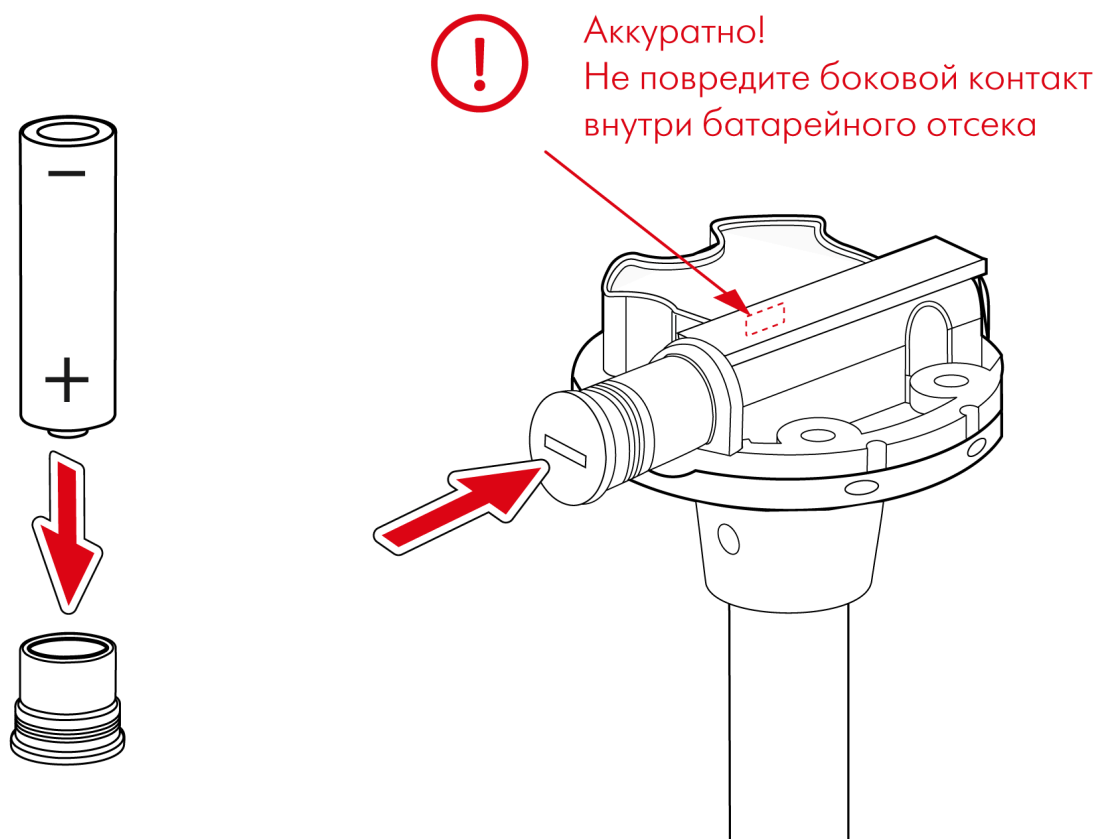

Рис.31. Замена батареи
3. Взять новую батарею из комплекта WSB-1 и поместить плюсовым контактом в новую резьбовую заглушку с уплотнительными резиновыми кольцами (**Рис.31**).
4. Аккуратно установить в отсек новую батарею с резьбовой заглушкой (**Рис.31**).